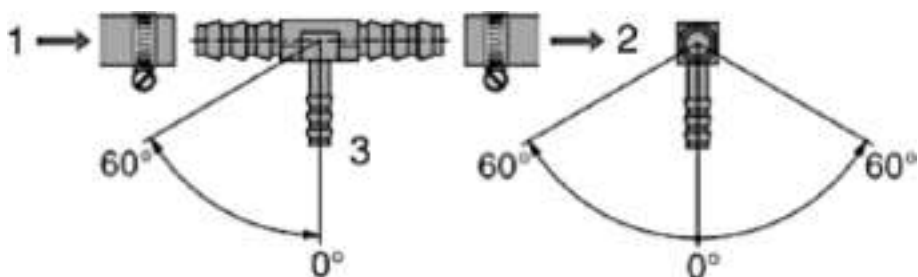

Fig. 36
- Skær/del køretøjets brændstofrør og monter T-stykket med de tykkere åbninger mellem de to ender af røret Fig. 36 (1) (2).
- Herefter forbindes varmelegemets brændstofrør ved hjælp af en gummimanchet med T-stykkets tynde ende Fig. 36 (3).